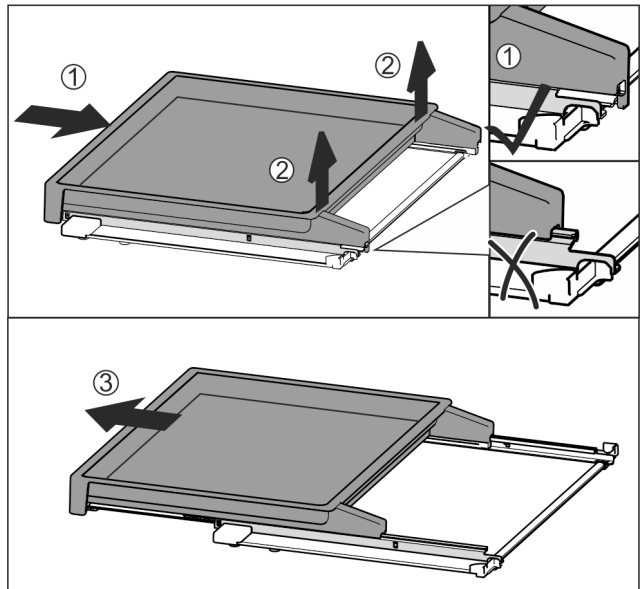

Fig. 112
- ▶ Uitschuifplateau volledig erin schuiven Fig. 112 (1).
- ▶ Vergrendeling aan de achterkant losmaken Fig. 112 (2).
- ▶ Uitschuifplateau vanaf de voorkant eruit halen Fig. 112 (3).